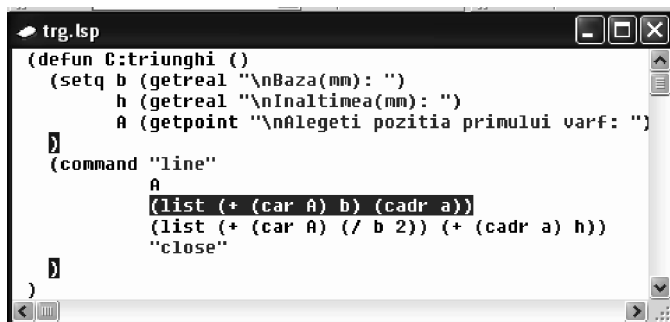

Fig. 12.12 Evidențierea primei liste din codul comenzii
8. Din meniul **Debug** se selectează *Step into*. În fereastra de editare, este evidențiată prima listă din secvența **command** – Fig. 12.12.